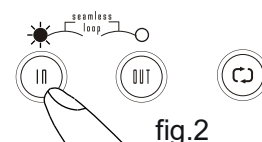

fig.2
- B- Presione el botón LOOP IN. De este modo establecemos el punto de inicio del Loop seamless. El LED del botón LOOP IN se ilumina (fig. 2).